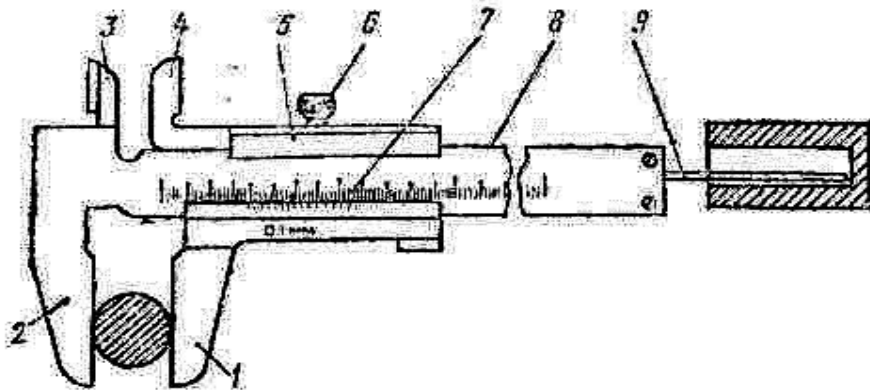

Рис. 1 А—штанга;
4. Ознакомиться с устройством штангенциркуля типа ШЦ-I с ценой деления нониуса 0,1 мм (рис. 1). Назвать позиции.
Указать элементы спирального сверла (рис.1).